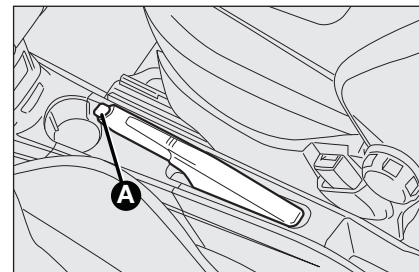

fig. 1
- ridicați ușor maneta și apăsați pe butonul de deblocare **A-fig. 1**;